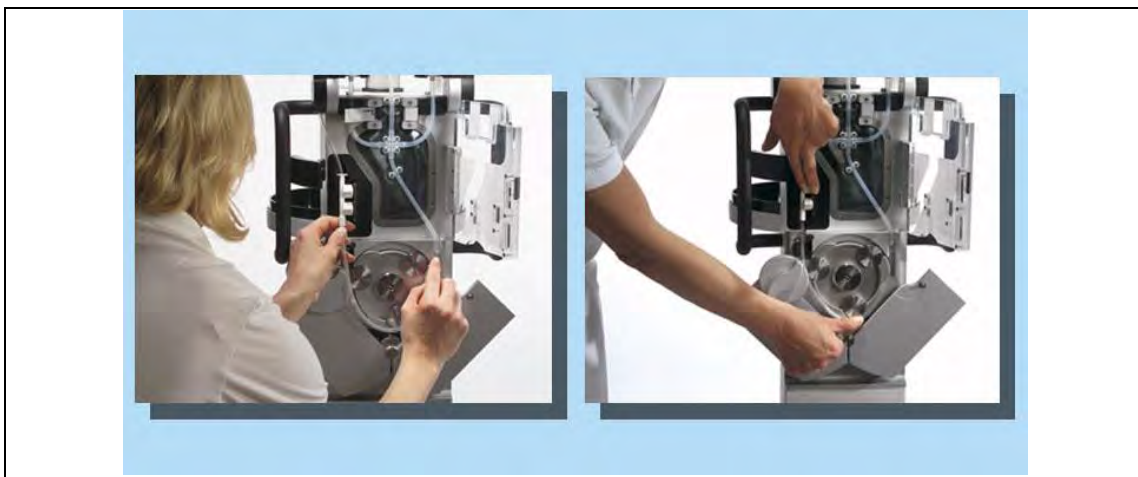

Рис. 12: Укладка трубки насоса
15. Вложить соединительный элемент в приёмную канавку (см. Рис. 12, стр. 31). Провести трубку насоса колеса насоса (см. Рис. 12, стр. 31) так, чтобы один ролик колеса насоса находился в положении около 6 часов (приблизительно самое низкое положение) (см. Рис. 12, стр. 31).